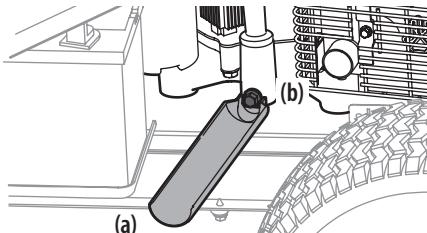
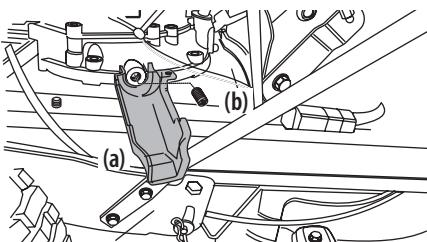

Figure 23
Figure 24
5. Enclenchez la petite extrémité du manchon de vidange d'huile (a) sur l'espace prévu autour du bouchon de vidange d'huile (b). Voir les Figure 23 ou Figure 24 pour les deux manchons de vidange d'huile possibles et se référer à l'image applicable pour votre tondeuse autoportée.